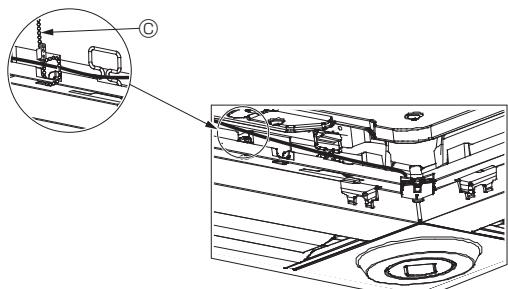

Fig. 10-12
- Segure os fios do i-See sensor e do recetor de sinais no painel com a presilha tal como exibido no diagrama de modo a que não existam folgas e, em seguida, corte o excesso da presilha. (Fig. 10-12)
- Se a posição do i-See sensor tiver sido alterada da posição “○” (E) para a posição “□” (F), altere as definições da função. (Consulte a página 130.)